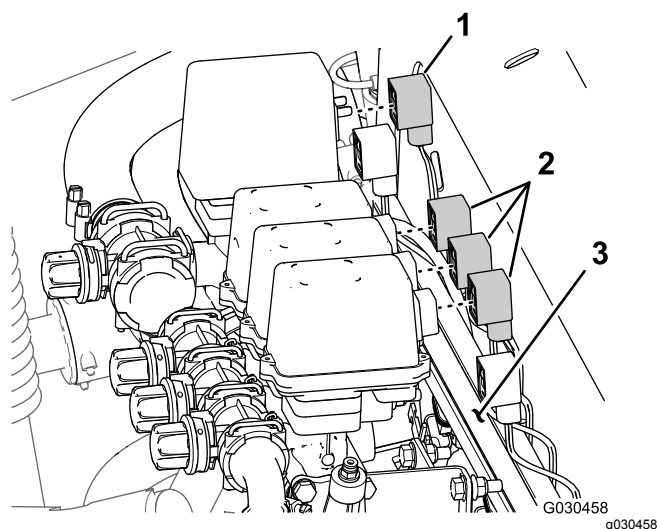

Рисунок 55
- В задней части крепления коллектора отсоедините 3-гнездовой разъем от клапана перемешивания и 3-гнездовые разъемы от 3 клапанов секций стрелы (Рисунок 55).